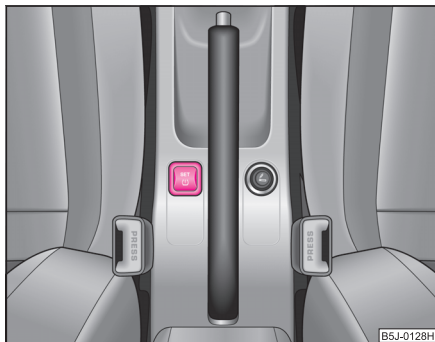

Fig. 147 Pulsador para ajustar el valor de control de la presión de inflado de los neumáticos
- Pulsar la tecla **SET** (L) ⇒ fig. 147 y mantenerla pulsada hasta que se emita un sonido que confirme la memorización de los valores básicos. Mientras se mantenga pulsada la tecla **SET** (L) estará encendido en el cuadro de instrumentos el testigo de control (L).